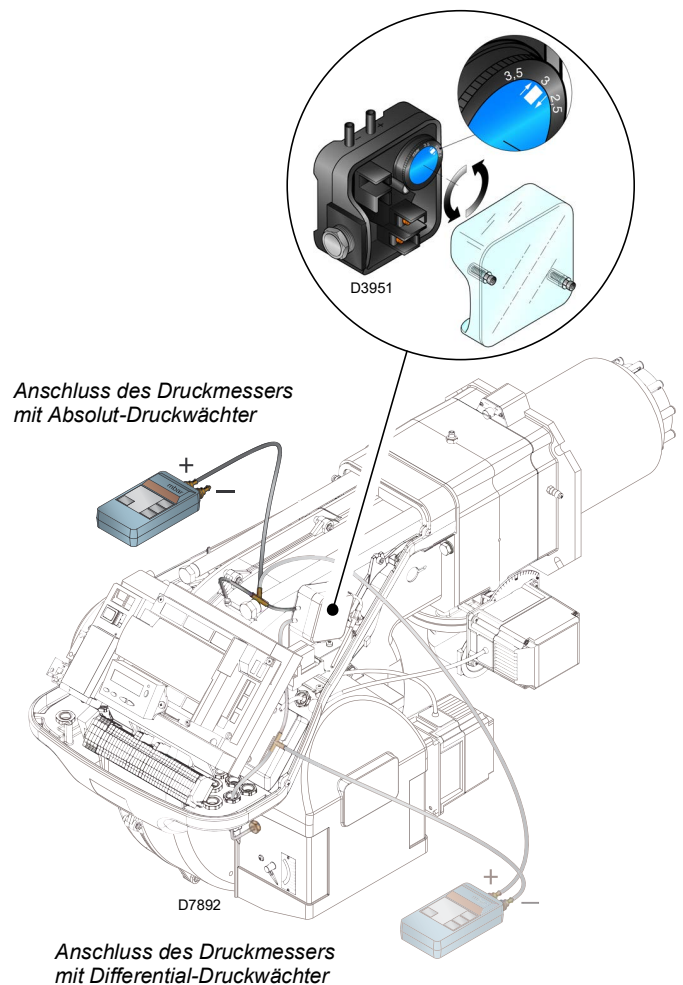

Abb. 31
- Regeln Sie den Luftdruckwächter (Abb. 31 auf Seite 35) auf den Skalenanfang.
Die Einstellung des Luftdruckwächter (Abb. 31) nach Durchführung aller anderen Einstellungen des Brenners mit auf erster Stufe eingestelltem Luftdruckwächter ausführen.
Nimmt der Brenner erneut eine Störabschaltung vor, den Drehgriff weiter geringfügig im Uhrzeigersinn drehen. Während dieser Arbeitsgänge kann es nützlich sein, einen Druckmesser zum Messen des Luftdrucks zu verwenden. Der Anschluss des Druckmessers ist in Abb. 31 angeführt.
Bei einigen Anwendungen mit starkem Unterdruck verhindert der Anschluss des Druckwächters dessen Umschalten. In diesem Fall ist es notwendig, den Druckwächter differential anzuschließen, indem eine zweite Leitung zwischen Luftdruckwächter und Saugleitungsöffnung des Gebläses angebracht wird. Dann muss auch der Druckmesser differential angeschlossen werden, d.h. wie in Abb. 31 gezeigt.